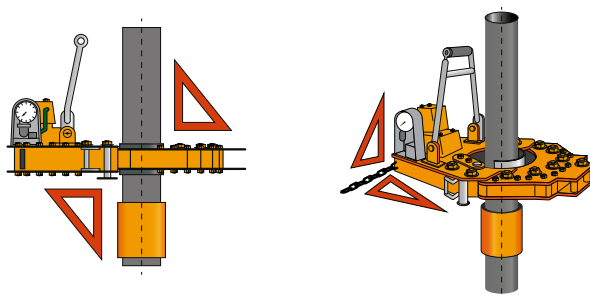

Рис. 16
- Приводной трубный ключ должен быть закреплен страховочным тросом на удерживающем столбе под углом 90°. Сам ключ должен располагаться под углом 90° относительно оси трубы, трубные плашки должны плотно и равномерно прилегать к телу трубы (см. рис. 16, 17).